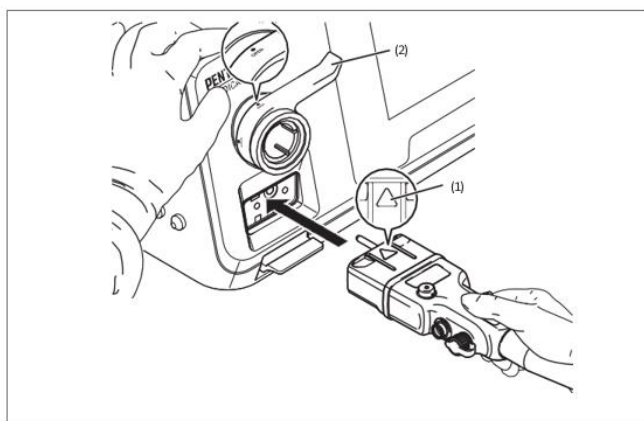

Рис. 4.40
2. Удерживайте коннектор эндоскопа, как показано на Рис. 4.40, поверните отметку ВВЕРХ на коннекторе («▲») вверх и вставьте коннектор эндоскопа в гнездо процессора до щелчка;